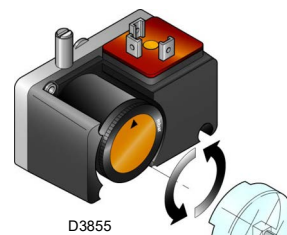

Fig. 28
- Regular el presostato gas de mínima (Fig. 28 en la pág. 28) en inicio de la escala.
Realizar el ajuste del presostato gas de mínima (Fig. 28) después de ajustar el quemador, las válvulas de gas y el estabilizador de la rampa.